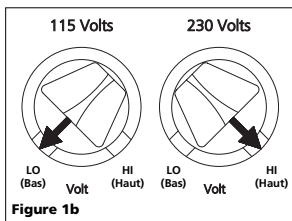

Figure 1b
- Tourner le bouton de sélection au réglage de tension approprié (figure 1b).